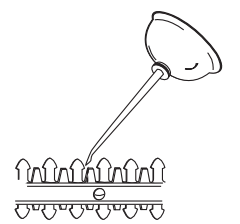

Fig. 7
1. Appliquez une huile légère pour machines sur les bords et le bout de la lame (Fig. 7).